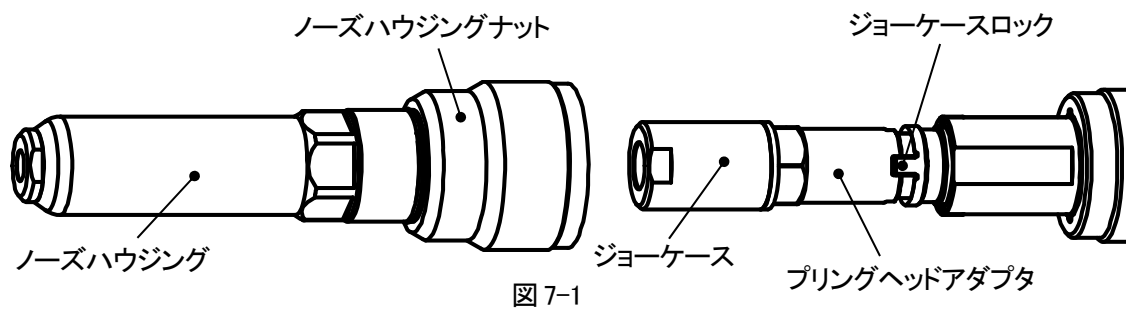

図 7-1
- ①電池パックをツール本体より外してください。(P.15 参照)
- ②ノーズハウジングナットを手で左に回し、SA ノーズハウジングを取り外します。(図 7-1)